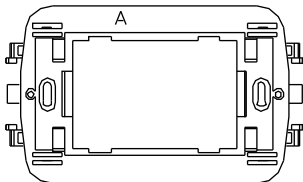

Fig.2
Con questa **Cornice portaplacca** (Fig.2) si possono montare le seguenti serie civili:
With this **Holder plate** (Fig.2) you can mount the following plates:
Per il montaggio di queste placche non serve effettuare nessuna modifica alla "**Cornice portaplacca A**" (Fig.2).
*For the assembly of these plates it is not necessary to carry out any modification to the frame "**A Holder plate**" (Fig.2).*